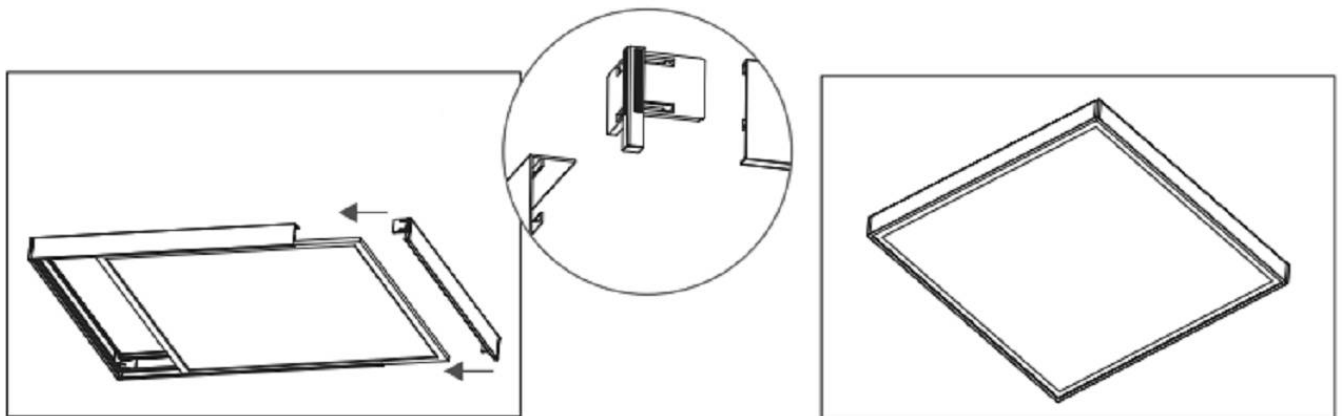

Рисунок 9 - Схема поверхностного монтажа светильника
5.7.4 Установите светильник в раму и закрепите последнюю часть рамы (см. рис. 9)